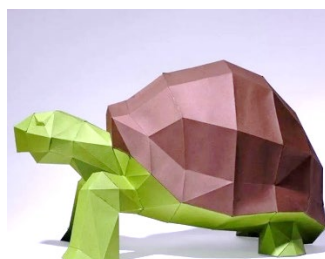
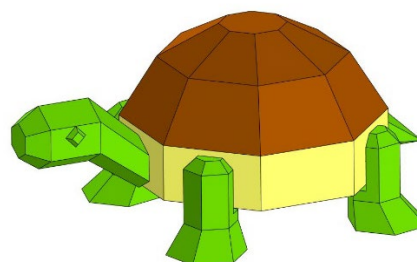

Рис.2 – Полигональная
Рис.3 – Образец 3D-модели
- ✓ модель шкатулки «Черепашка» состоит из основания, крышки (панциря), декоративной головы, хвоста и четырёх ножек; модель выполняется в стиле полигонального исполнения, без скруглений (см. Рис. 2 и Рис. 3);
- ✓ основание (корпус шкатулки) – контейнер, имеющий простую многогранную форму, более 4 углов (см. Рис.3), высота стенок не менее 10 мм;